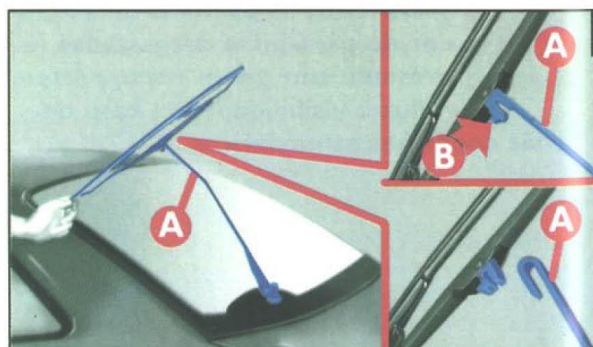

fig. 17
- 1) Levantar o braço **A** - **fig. 17** do limpador e posicionar a palheta de modo que forme um ângulo de 90° com o próprio braço.